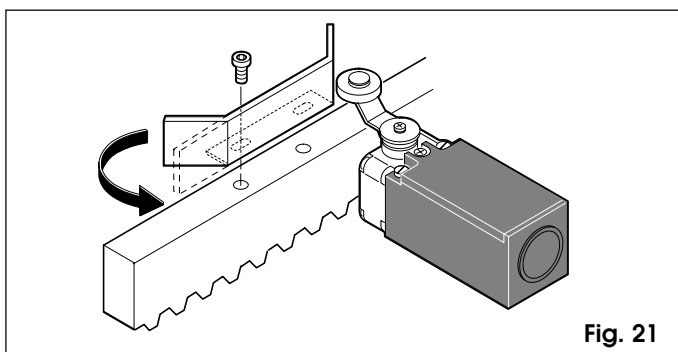

Fig. 21
L'opérateur 884 est doté d'un fin de course électromécanique à doigt avec un rouleau qui commande l'arrêt du mouvement du portail au moment où la plaquette profilée, fixée sur la partie supérieure de la crémaillère, actionne le doigt jusqu'à l'intervention du micro-interrupteur (fig.21).
**Note:** Les plaquettes sont prédisposées pour une fixation éventuelle par l'intermédiaire de vis (fig.21).
- a) La plaquette doit activer le fin de course sur la partie profilée d'après la fig.21.
- b) Pour éviter que la plaquette ne dépasse le fin de course (freinage long) il est recommandé de redresser la partie profilée finale d'après la fig.21.